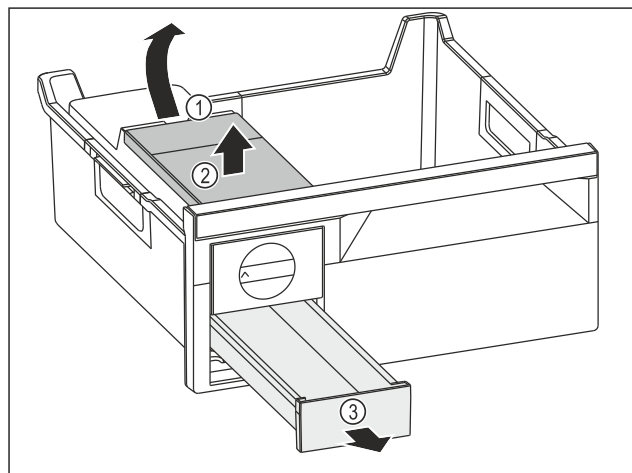

Fig. 104
- ▶ Wymagowanie zbiornika wody: Zbiornik wody unieść za wycięcia Fig. 104 (1).
- ▶ Wyjąć zbiornik wody Fig. 104 (2) do góry.
- ▶ Wyjąć szufladę na kostki lodu Fig. 104 (3) do przodu.